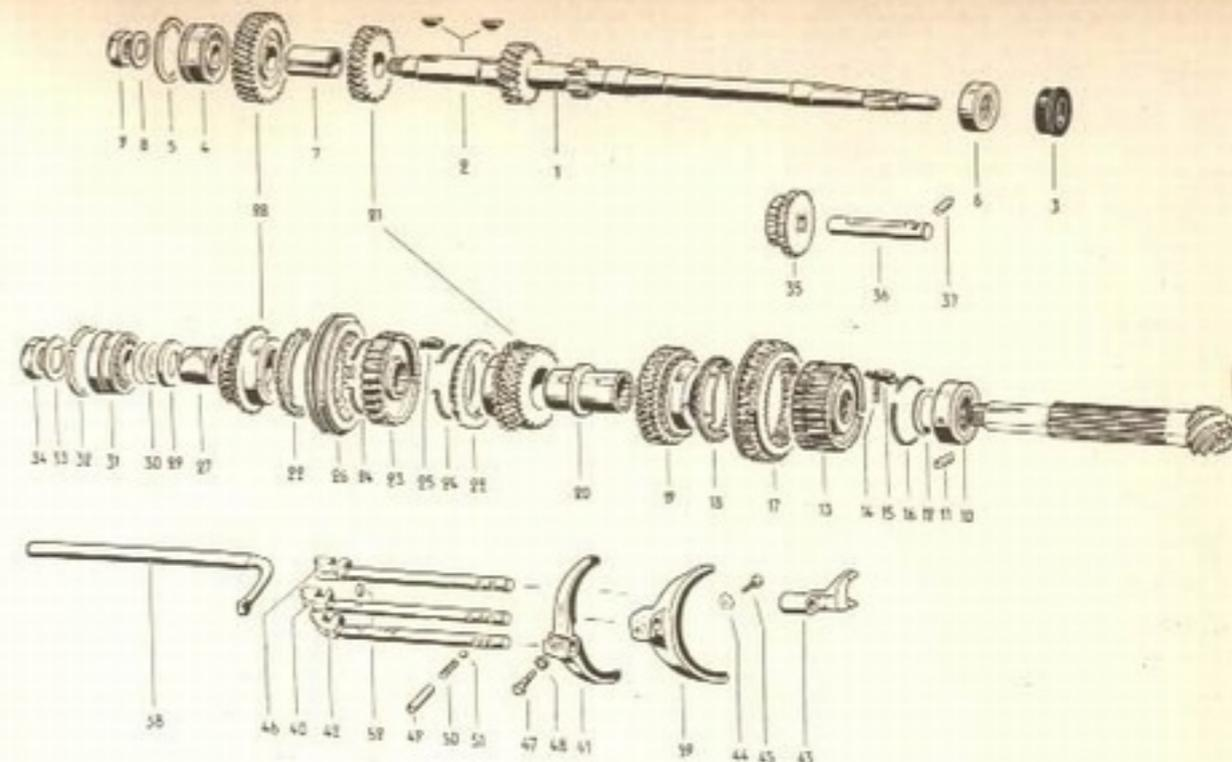

Fig. 7-J — Componentes internos da caixa de mudanças
— Retira-se o eixo da engrenagem de marcha-a-ré, preso por um pino, (37, da fig. 7-J) e depois a engrenagem.
**Desmontagem da árvore primária.** — As referências são feitas em relação a fig. 7-J. O rolamento de agulhas (6) se retira a mão. Para se retirar a porca (9) prende-se a árvore em um tórno. O rolamento (4) e a engrenagem da 4.a (28) se retiram com auxílio da prensa VW 400 em combinação com as ferramentas VW 401 e VW 408. A bucha espaçadora (7) se retira com uma chave de fenda. Para se extrair a engrenagem da 3.a usa-se a prensa VW 400, em combinação com as ferramentas VW 401, 409, 421 e 431.
**Árvore secundária e peças anexas.** — A fig. 7-J também mostra a árvore secundária e a desmontagem desse conjunto torna-se mais fácil com auxílio de ferramenta VW 314, para apoio da árvore secundária. Naturalmente, tôdas as engrenagens, rolamentos e buchas só podem ser desmontados pela extremidade da porca, pois na outra se encontra o pinhão que é solidário com a árvore. Assim, retira-se a porca e tôdas
as engrenagens, sincronizadores e buchas e os dois rolamentos, na seqüência mostrada pela fig. 7-J.